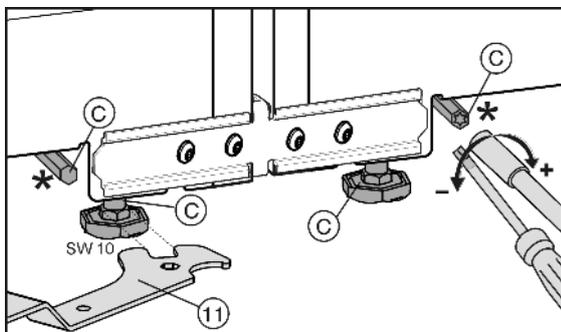

Fig. 8
Передние установочные ножки можно отрегулировать с помощью вильчатого ключа Fig. 8 (11) из комплекта поставки, задние установочные ножки\* — с помощью отвертки Torx® 25.